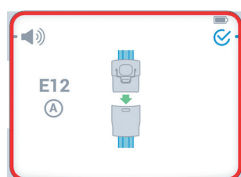

図 4
- ガーメントが正しく検知されない場合やガーメントがコントローラに接続されていない場合には、E12 アラームが作動します（図 4）。本書の第 IV 章（故障とトラブルシューティング）を参照してください。ガーメントの装着とチューブの接続状態を確認します。この場合は、故障が検出されたポート（A または B のいずれか）を確認します。アラームを解消するには、コントローラの電源を入れ直してください。または、ガーメントをコントローラに接続し直して、 アイコン横のボタン押すことで、コントローラの電源を入れ直すことなく作動が継続されます。なお、図 3 右側のアイコンが表示された場合は、ガーメントを接続したまま再起動してください。それでも改善しない場合は、ガーメントまたはチューブを交換してください。